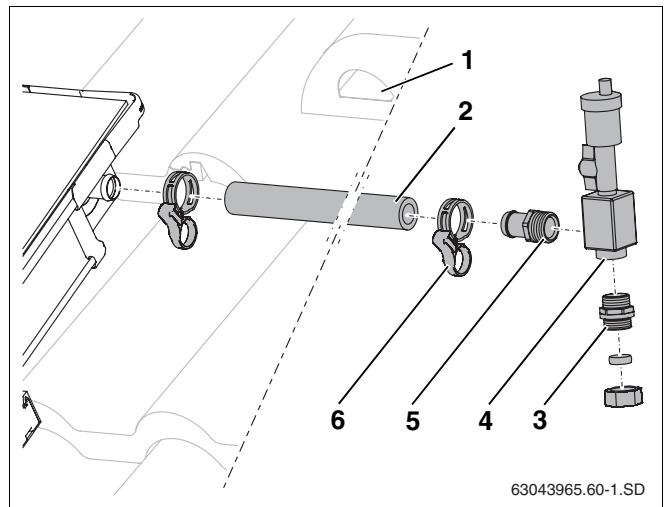

Fig. 59 Instalar a mangueira solar à ligação de impulsão
- ▶ Aplicar a mangueira solar comprida (1.000 mm, fig. 59, **item 2**) na ligação de avanço do campo de colectores e fixar com a braçadeira de mola.
- ▶ Passar a mangueira juntamente com o cabo do sensor pela câmara de purga (fig. 59, **item 1**) e pelo isolamento do telhado.
- ▶ Apertar o terminal de mangueira R $\frac{3}{4}$ com o O-Ring (fig. 59, **item 5**) e o casquilho duplo com o O-Ring (fig. 59, **item 3**) na câmara de ar (fig. 59, **item 4**).
- ▶ Colocar o terminal de mangueira até ao batente na mangueira solar e fixar com a braçadeira de mola (fig. 59, **item 6**).
- ▶ Ligar a tubagem colectora à união roscada de anel de aperto (fig. 59, **item 3**).